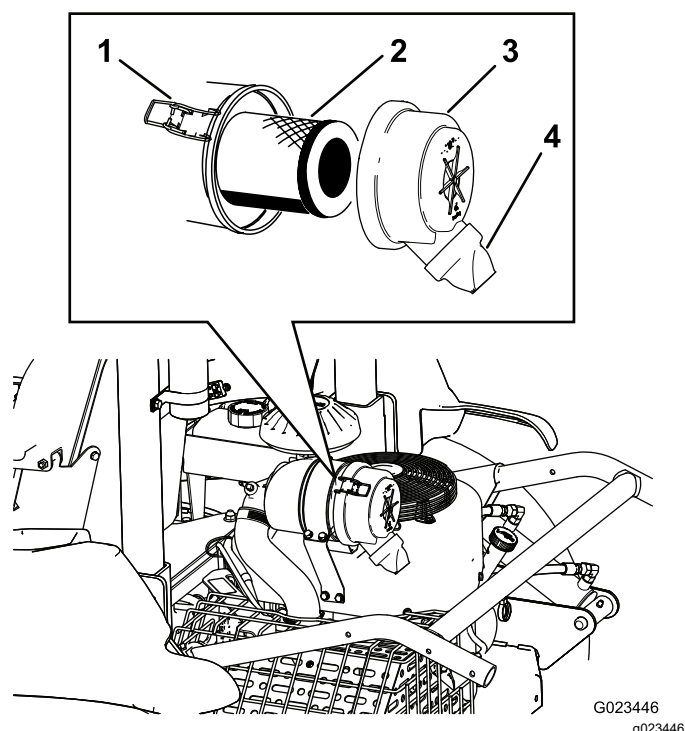

Bild 40
2. Lösen Sie die Riegel, mit denen die Abdeckung des Luftfilters am Luftfiltergehäuse befestigt ist (Bild 40).